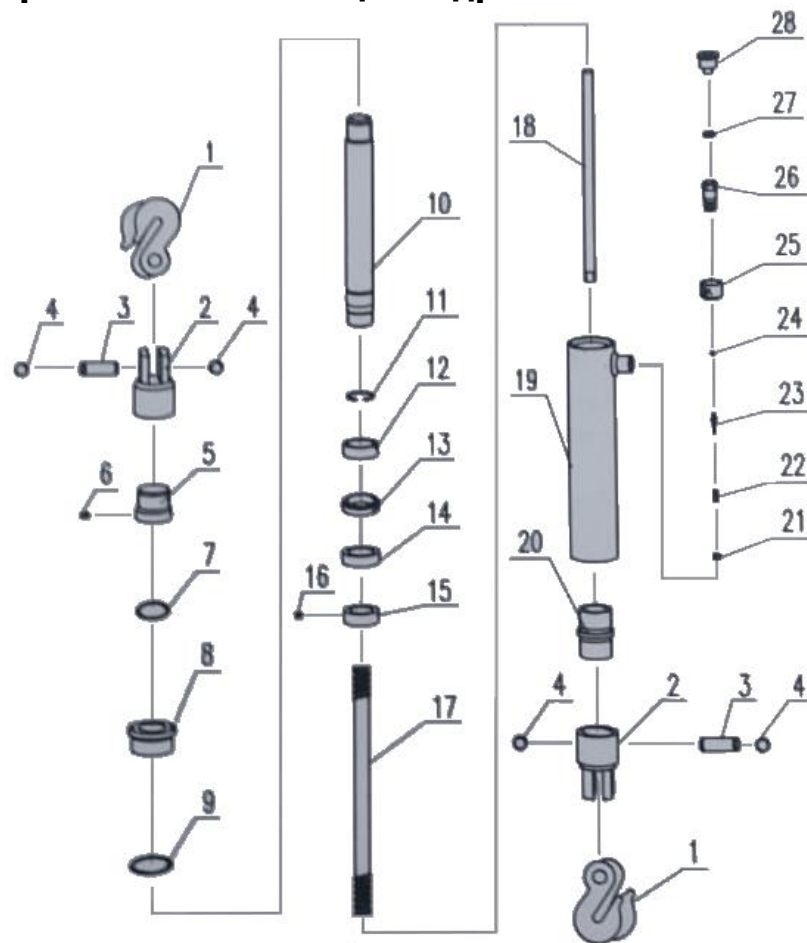

Рис. 1
2. Надёжно закрепите крюки стяжного цилиндра (Рис.1, п.20) в требуемых местах кузова автомобиля.